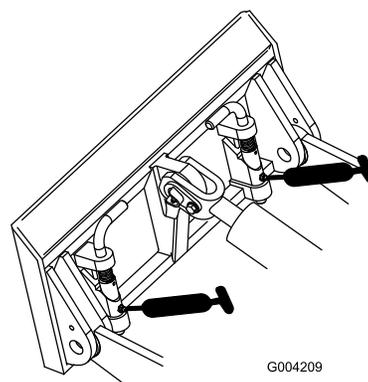
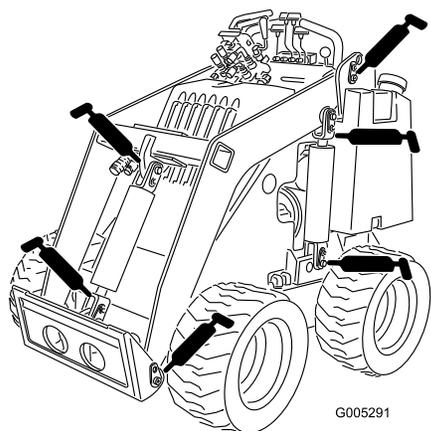

Рисунок 19
Рисунок 18
3. Присоедините к каждой масленке шприц для нагнетания консистентной смазки (Рисунок 18 и Рисунок 19).